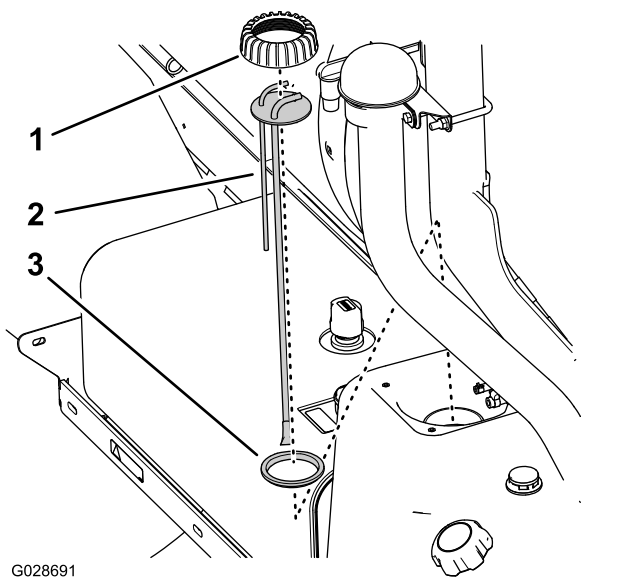

Figura 77
5. Ruotate il tappo del raccordo tubo/trasmettitore del carburante in senso antiorario, poi rimuovete il tappo (Figura 77).
6. Sollevate il gruppo del raccordo tubo/trasmittitore del carburante dal serbatoio del carburante (Figura 77).
1. Montate il tappo del tubo sopra il tubo stesso e quest'ultimo sulla guarnizione (Figura 77).
2. Allineate il tappo, il tubo e la guarnizione al serbatoio e, con attenzione, inserite il nuovo gruppo del tubo nel serbatoio del carburante (Figura 77).
3. Avvitare il tappo sul collo del serbatoio del carburante e serratelo manualmente (Figura 77).